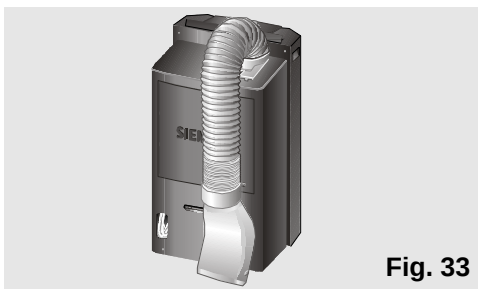

Fig. 33
- ☐ Hiervoor buigt u de buis naar de achterkant van het apparaat en maakt deze vast aan de diffusie haak, Fig. 33 en 34.